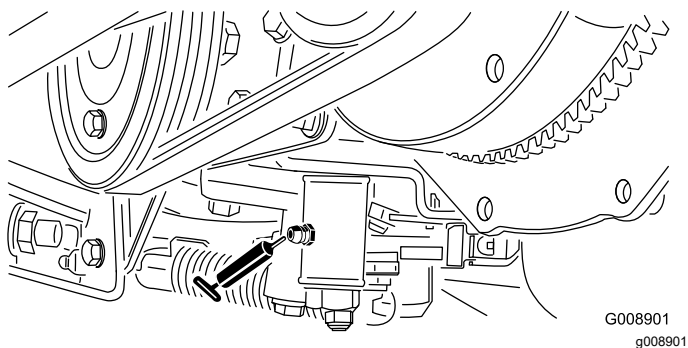

Рисунок 52
- Механизм регулировки нейтрали \(Рисунок 52\)